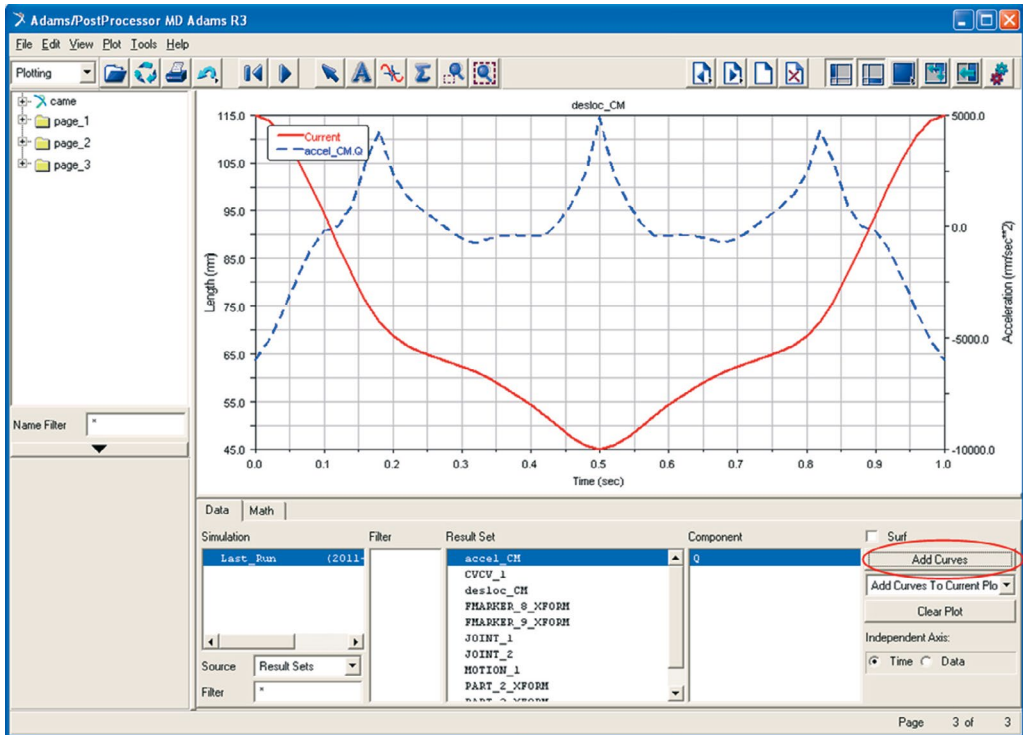

Figura 3.26 – Visualização de duas curvas no mesmo gráfico.
- Para exibir a curva da aceleração neste mesmo gráfico clique sobre o texto *accel_CM*, no campo *Result Set*. No campo *Component*, selecione a opção *Q*. Clique em *Add Curves*, conforme mostrado na Figura 3.26.